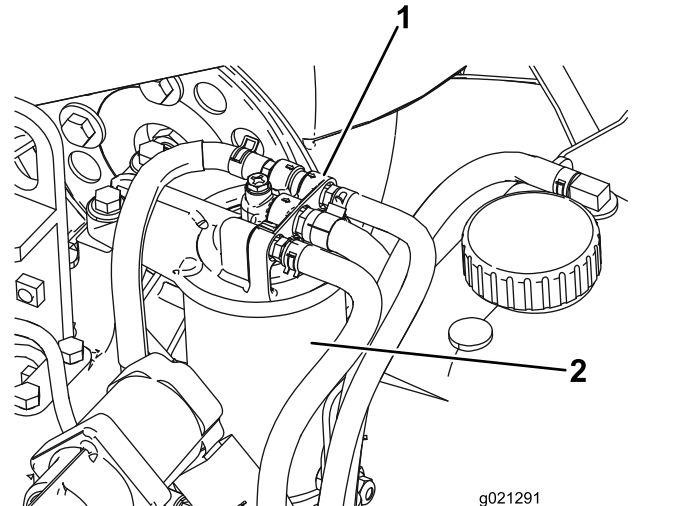

Figura 79
1. Limpie la zona alrededor del cabezal del filtro de combustible (**Figura 79**).
2. Retire el filtro y limpie la superficie de montaje del cabezal del filtro (**Figura 79**).